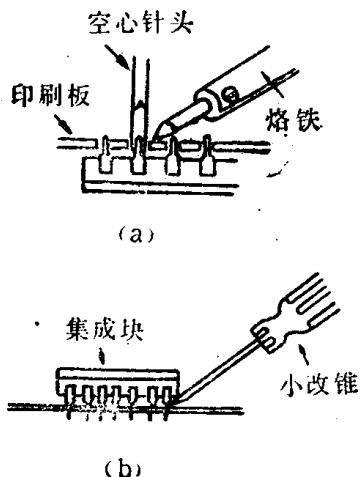

图1-1
1.用一个大小合适的空心针头，一边用烙铁熔化集成块脚上的焊锡，一边用针头管套在集成块的脚上，使各脚与印刷板完全脱开，如图1-1 (a) 所示。然后用小改锥轻轻地撬起集成块，如图1-1 (b)。